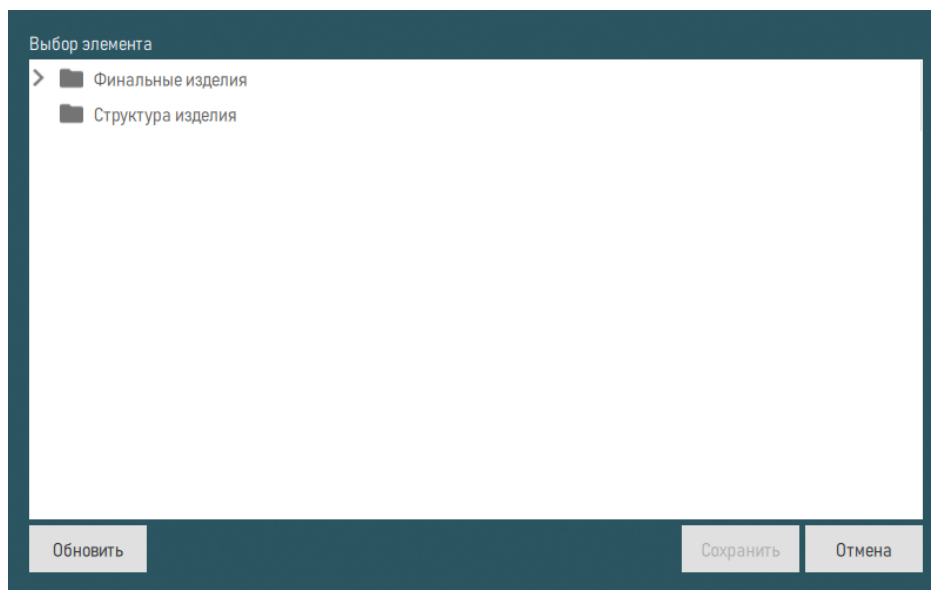

Рисунок 146 – Выбор элемента
2) В открывшемся окне «Выбор элемента» отображаются созданные элементы логистической структуры изделия (рисунок 146).